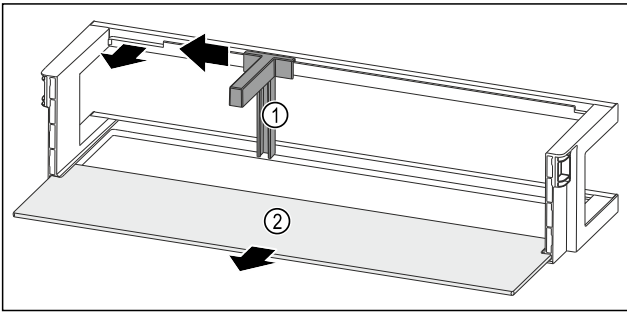

Fig. 119 Türabsteller mit Flaschenhalter und Abstellfläche
- ▶ Flaschenhalter Fig. 119 (1) bis zur Aussparung zur Seite schieben.
- ▶ Flaschenhalter Fig. 119 (1) entnehmen.
- ▶ Abstellfläche Fig. 119 (2) entnehmen.